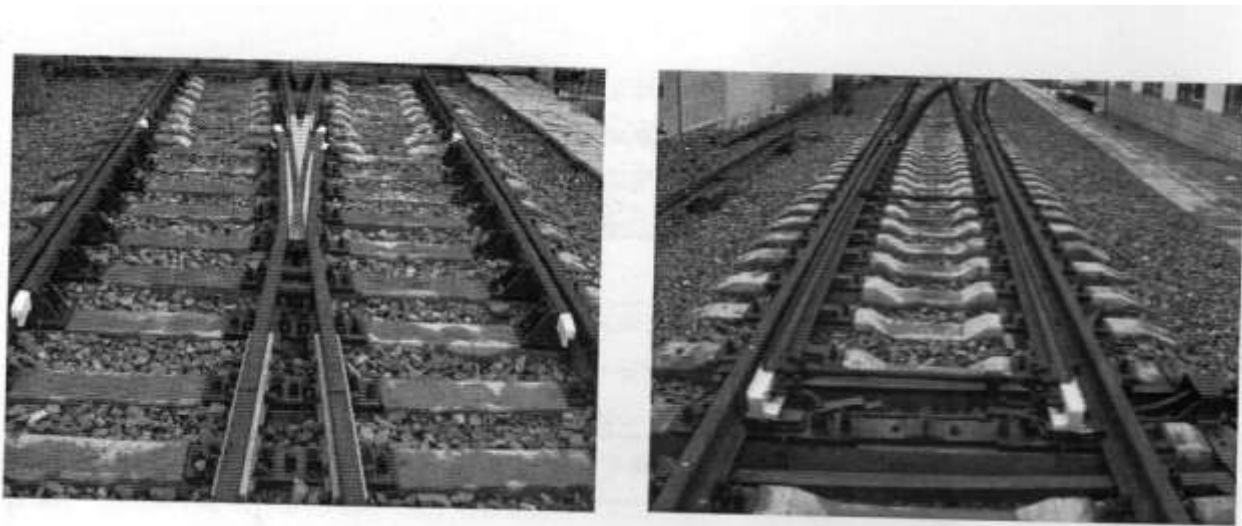

Рис. 19. Обыкновенный стрелочный перевод
2. Вычертите с использованием чертежного инструмента схему обыкновенного стрелочного перевода, указанного на рис. 19, с указанием его основных элементов.